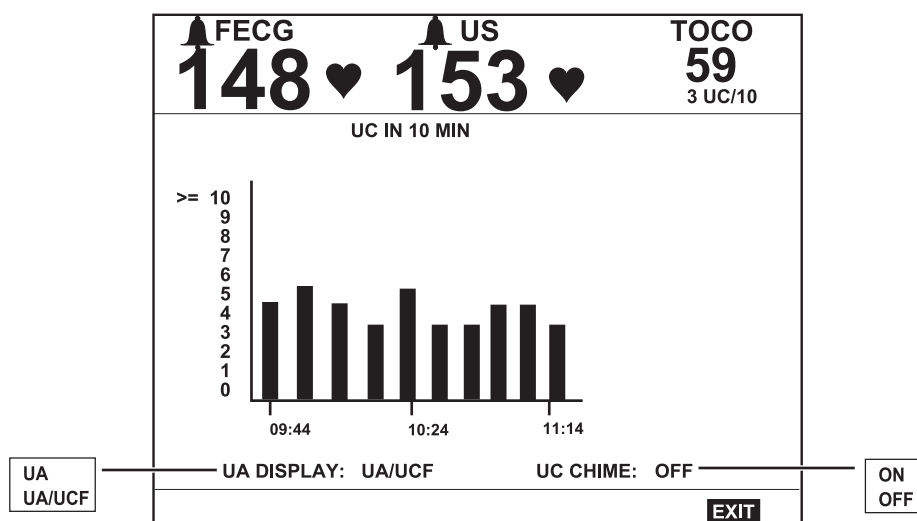

Рис. D-10. Гистограмма частоты СМ
1. Перейдите на экран UA Setup (Настройка CM), нажав название режима UA (CM) (**ТОСО (ДТД)** или **IUP (ВМД)**).
2. Установите нужное значение поля отображения UA (CM): UA (CM) или UA/UCF (CM/ЧСМ). См. рис. D-10.
Если система предупреждения Spectra Alerts включена, на экране UA Setup (Настройка СМ) отображается гистограмма частоты СМ, как показано на рис. D-10. Каждый столбик на диаграмме представляет число сокращений за десятиминутный интервал времени. На диаграмме отображается до 10 столбиков (до 100 минут).
2. Установите нужное значение поля звуковой индикации UA (СМ): ON (ВКЛ.) или OFF (ОТКЛ.). См. рис. D-10.